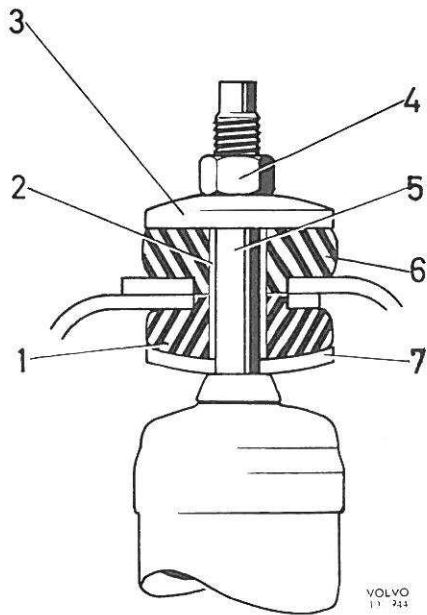

Figure 41. Fixation supérieure, amortisseur avant
3. Démontez l'amortisseur. Enlever alors l'écrou supérieur (4, figure 41), la rondelle (3) et la bague caoutchouc (6). Enlever les deux vis inférieures de fixation, sur la face inférieure du triangle inférieur de commande et déposer l'amortisseur.
3. Monter la rondelle (7, figure 41), la douille d'écartement (2) et la bague caoutchouc (1). Etirer l'amortisseur et le poser en place. Mettre les vis inférieures et les serrer. Monter la bague caoutchouc supérieure (6), la rondelle (3) et l'écrou. Bien serrer l'écrou jusqu'au contact avec le tube d'écartement.